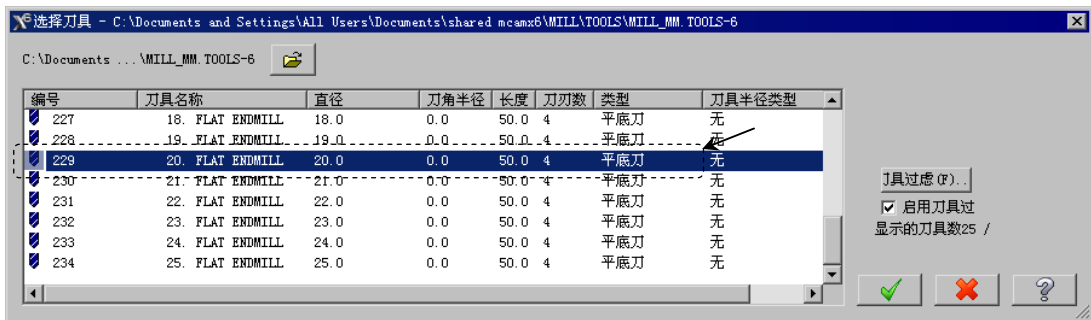

图 4.8 “选择刀具”对话框
Step5. 选择刀具。在“2D 刀具路径-平面铣削”对话框中单击 **选择刀库** 按钮，系统弹出“选择刀具”对话框，在该对话框的列表框中选取图 4.8 所示的刀具。单击 **✓** 按钮，关闭“选择刀具”对话框，系统返回至“2D 刀具路径-平面铣削”对话框。